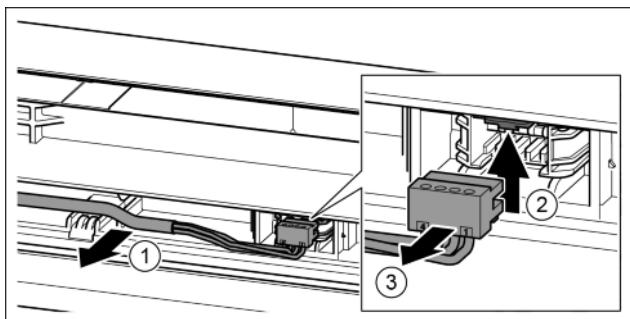

Fig. 22
- Šedý kabel opatrně uvolněte z vedení ve dveřích. *Fig. 22 (1)*
- Lamelu zatlačte nahoru. *Fig. 22 (2)*
- Opatrně vytáhněte zástrčku. *Fig. 22 (3)*